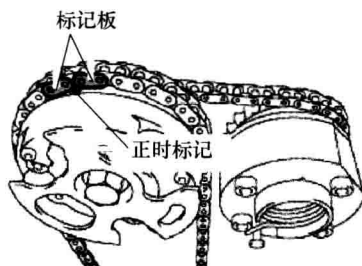

图 1-11 1 号链条橙色标记与
⑥ 用 2 号凸轮轴的六角部分对准并接合 2 号凸轮轴的锁销与排气凸轮轴正时齿轮销孔。
⑦ 从 2 号链条张紧器上拆下锁销。
⑧ 用扳手固定 1 号凸轮轴的六角部分，暂时安装螺栓。
⑨ 用扳手固定 2 号凸轮轴的六角部分，暂时安装螺栓。
① 如图 1-11 所示，将 1 号链条的橙色标记板与凸轮轴正时齿轮的正时标记对准，并将链条接合到齿轮上。